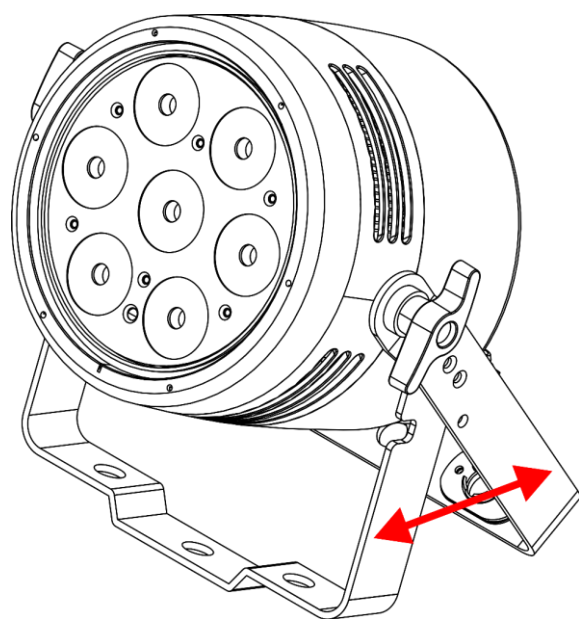

Fig. 05
Het apparaat kan op een vlak oppervlak worden geplaatst (zie Fig. 05) of in elke richting aan een truss- of andere ophangconstructie worden bevestigd. Zorg ervoor dat alle belastingen binnen de vooraf bepaalde grenzen van de draagconstructie vallen.
- 01) Gebruik een klem om het apparaat aan de draagconstructie te bevestigen, zoals getoond in Fig. 05. Zorg ervoor dat het apparaat niet vrij kan bewegen.